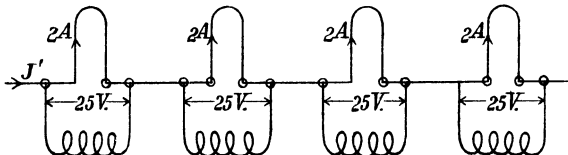

Fig. 115.
272. Eine große Anzahl Glühlampen von 25 [20] (10) V Spannung und 2 [2,5] (3) A Stromverbrauch sind hintereinander geschaltet (Fig. 115). Parallel zu jeder Lampe liegt eine Drossel-